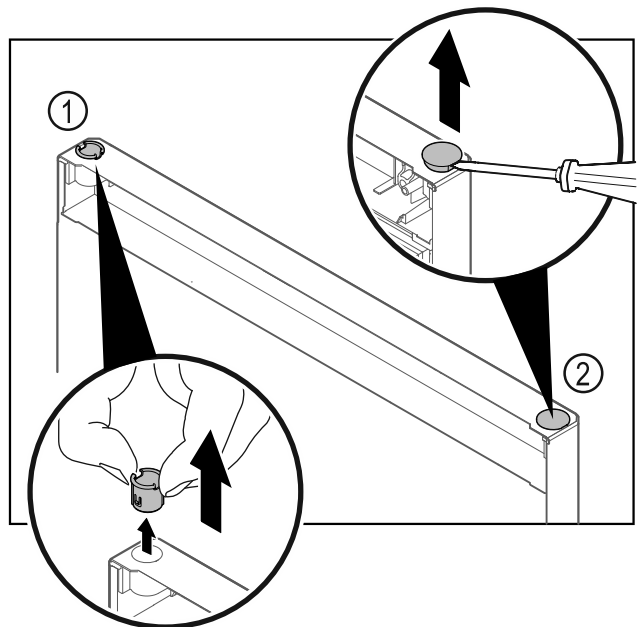

Fig. 38 Porte de la partie congélateur
- ▶ Retirer la bague Fig. 38 (1) avec les doigts.
- ▶ Soulever délicatement le bouchon Fig. 38 (2) avec un tournevis plat et le retirer.